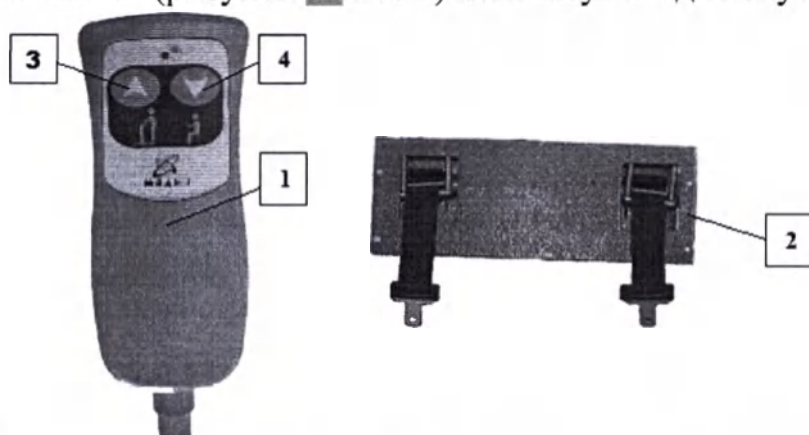

Рисунок 15 – Электрическое подъемное устройство с пультом управления
Электрическое подъемное устройство (рисунок 15 поз 2) комплектуется пультом управления (рисунок 15 поз 1), а также системой ремней с поясом для подъема пациента из сидячего положения (из инвалидной коляски).
- кнопка «вверх» (рисунок 15 поз 4) используется для подъема пациента
- кнопка «вниз» (рисунок 15 поз 3) используется для спуска пациента